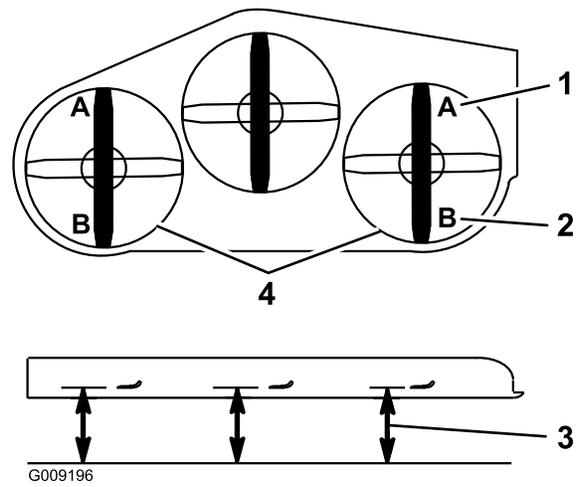

Figura 93
- 9. Su ambo i lati del piatto di taglio, misurate dalla superficie piana all'estremità anteriore della lama (posizione A). La misura deve essere di 7,6 cm (Figura 93).
15. Su ambo i lati del piatto di taglio, misurate dalla superficie piana all'estremità posteriore della lama (posizione B). La misura deve essere di 8,3 cm (Figura 93).